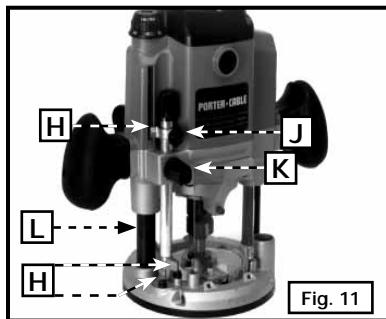
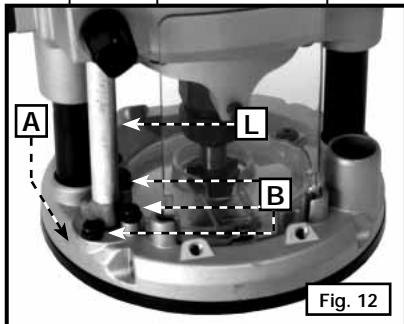

Fig. 11
Fig. 12
1. Afloje el pomo de fijación de la varilla de profundidad (K), Fig. 11, y el pomo del indicador de profundidad (J), Fig. 11, dejando que la varilla de profundidad (L), Fig. 11, entre en contacto con uno de los topes de profundidad (M), Fig. 11. Normalmente, el cartucho más profundo se ajusta con la varilla de profundidad descansando sobre la pieza fundida de la base (A), Fig. 12. Los tres topes ajustables (L), Fig. 12, pueden ajustarse a cualquier altura deseada para permitir la remoción de material en pasos con el fin de evitar sobrecargar el motor y/o lograr las diversas profundidades que puedan necesitarse para un trabajo específico.
- Apriete la perilla cerradora de la varilla de profundidad (K) Fig. 11.
- Coloque el índice de profundidad (J) Fig. 11, en el cero, "0", y apriete la perilla.